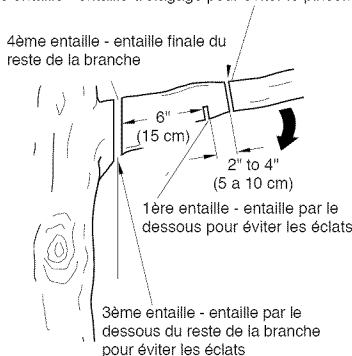

Figure 11 - Coupe d'une branche
1. Faire la première entaille à 15 cm (6 po) du tronc, sur le dessous de la branche. Utilisez le haut de la guide-chaîne pour faire cette entaille. Couper sur 1/3 du diamètre de la branche. (voir la Figure 11.)